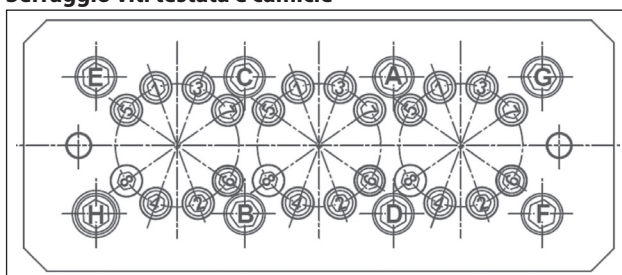

Fig. 50
** Le viti fissaggio testata devono essere serrate rispettando le fasi e l'ordine riportato nello schema di Fig. 50.
*** Le viti fissaggio camicia devono essere serrate rispettando le fasi e l'ordine riportato nello schema di Fig. 50.